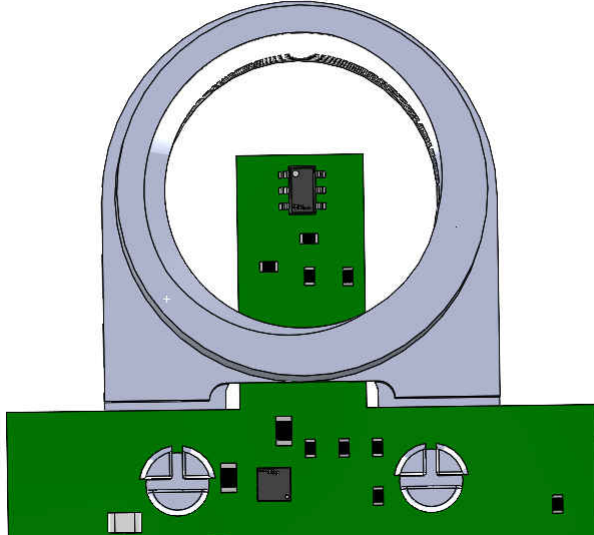

图 5-23. 基座连接到 TMAG5328EVM
1. 将模块基座连接到 TMAG5328EVM (请参见图 5-23)。